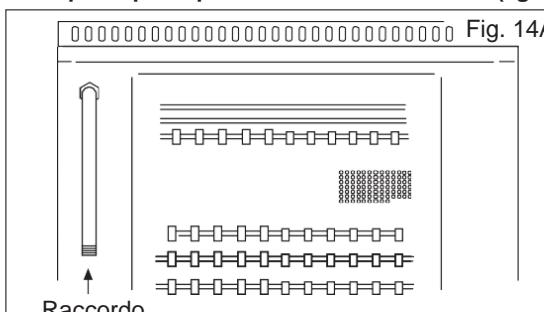

Fig. 14A
B) Cucina predisposta per l'alimentazione a sinistra (fig. 14A).